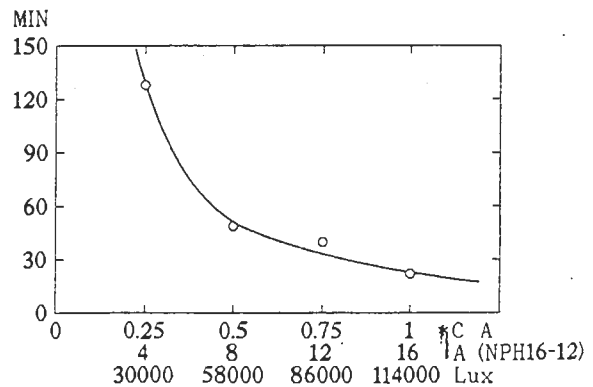

Fig. 7 バッテリー充電特性
0.25Cを越える充電電流を含む100%放電後の充電特性計測結果をFig. 7に示す。50000Lux以上の天